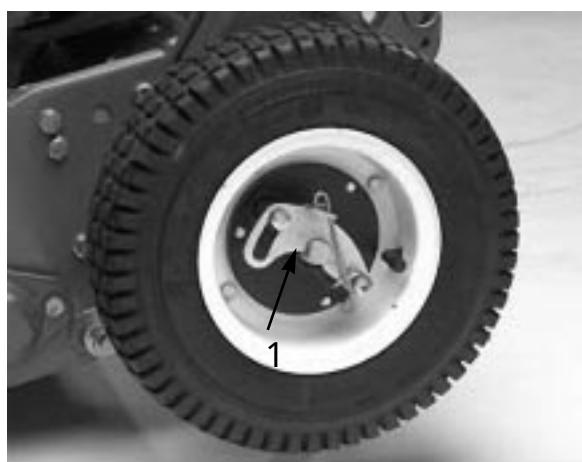

図5
- アクスルの露出部にネバーシーズを塗り、タイヤを取り付ける(図5)。
- ロッキング・クリップを開き、タイヤを更に奥に押し込む(図5)。